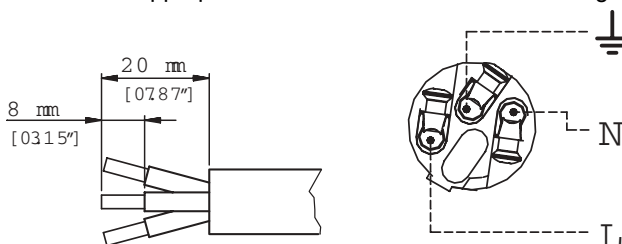

Figura 8: Cablaggio del connettore per cavi
2. Preparare il cavo di alimentazione è utilizzare un cacciavite per fermare i cavi nei terminali appropriato nell'inserto come mostrato in Figura 8.